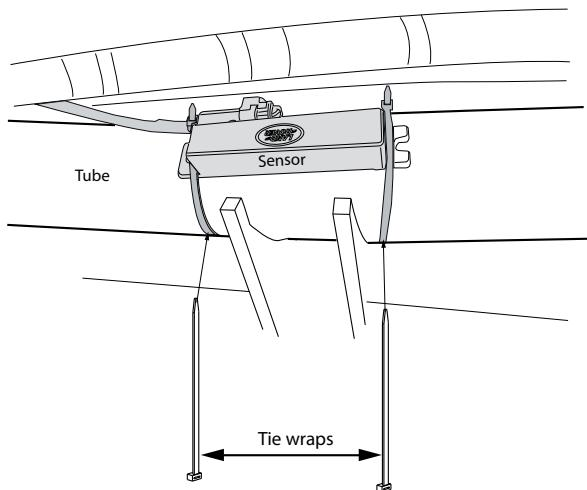

Fig. 2
12. Поставить парковочный датчик. См. рисунок 2